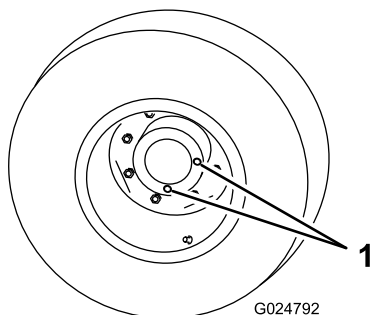

図 73
1. 平らな場所で、点検/ドレンプラグが一番低い位置時計の 6 時の位置に来るように停止させる 図 73。